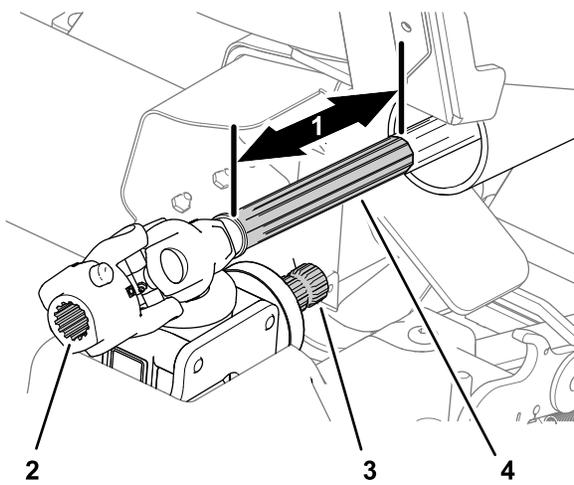

Figura 54
2. Tire de la mitad delantera del árbol de transmisión (Figura 54) hacia delante unos 25 cm.
3. Limpie las acanaladuras del eje de la caja de engranajes y las del árbol de transmisión (Figura 54).
4. Limpie la superficie deslizante del árbol de transmisión delantero (Figura 54).
5. Aplique compuesto antigripante a las acanaladuras del eje de la caja de engranajes y al acoplamiento de la articulación en U (Figura 54).
6. Aplique compuesto antigripante a la superficie deslizante del árbol de transmisión delantero (Figura 54).